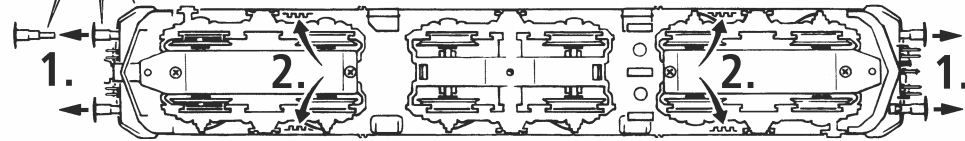

Fig. 4
1. Reinigung der Radstromkontakte: Radstromkontakte können auf unsauberen Schienen leicht verschmutzen. Bitte **entfernen Sie vorsichtig** mit einem kleinen Pinsel **den Schmutz** an den in Fig. 4 gekennzeichneten Stellen.
1. Nettoyage des lames de contact aux roues: Les lames de contact risquent de s'encrasser rapidement sur des voies poussiéreuses. Veuillez **enlever la poussière** aux endroits marqués à la fig. 4.
1. Cleaning of wheel contacts: Wheel contacts easily get dirty on tracks which are not entirely clean. Use a small brush to **remove dirt** from spots marked in fig. 4.